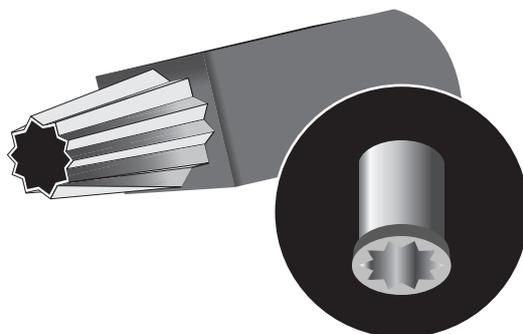

Рис. 22.5. В струйном принтере BJC-8200 фирмы Canon используется такая форма сечения сопла
- **Изменение размеров и формы сопел.** Уменьшая диаметр сопла, можно получить меньшую каплю, т.е. увеличить разрешение. Некоторые производители (например, фирма Canon в модели BJC-8200) используют звездообразное сечение сопла (рис. 22.5), что также приводит к улучшению качества печати.